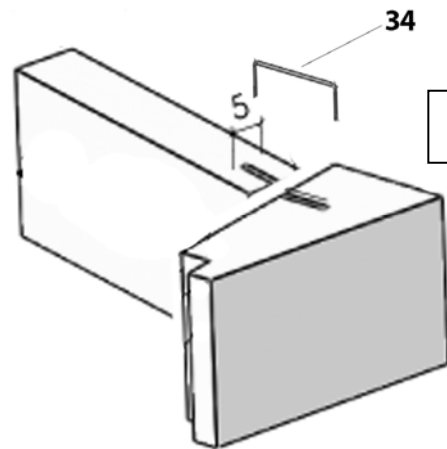

Abb.5
Zur Sicherung und Stabilität der Seiten- und Vordersteine werden die 3. und 6. Steinreihe mittels Sicherungsbügel verbunden. Dazu sind 4 Sicherungsbügel (34) beigegefügt. Verbinden Sie damit die dafür vorgesehenen Steine 11+17,12+18, 24+29 sowie 23+30 (siehe Abbildung 5) .